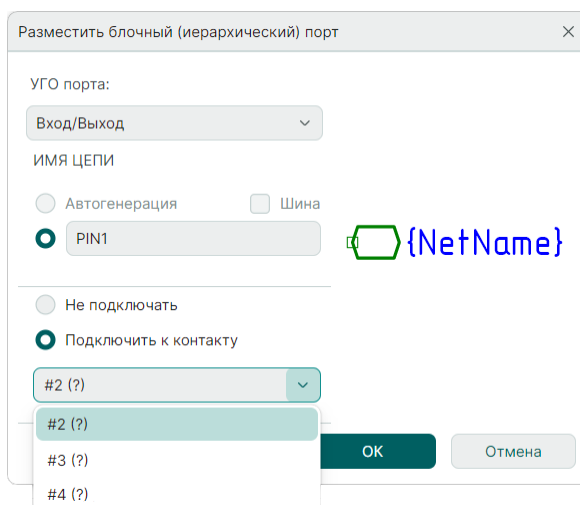

Рис. 275 Сопоставление блочного порта с выводом УГО блока
3. Сопоставьте блочный порт с выводом УГО блока. Данное действие доступно только в том случае, если для УГО блока были созданы выводы. Для сопоставления порта и вывода установите переключатель в положение «Подключить к контакту» и с помощью выпадающего списка выберите нужный вывод УГО блока, см. Рис. 275.